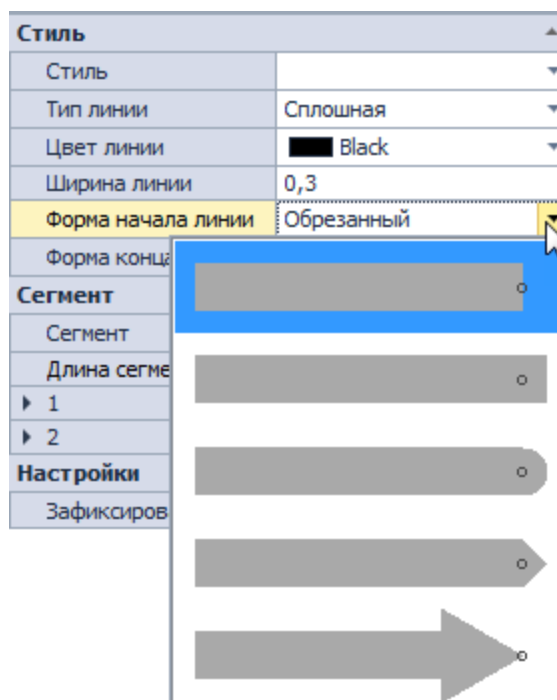

Рис. 363 Выбор формы начала и конца линии
- Форма начала/конца линии – выпадающий список с визуально представленными вариантами начала и конца линии, Рис. 363;